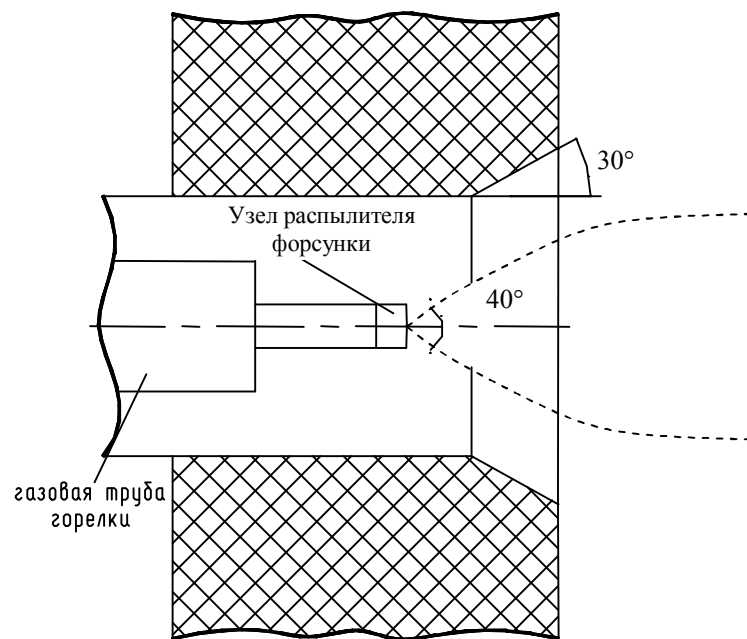

Рис. 2. Схема установки форсунки.
1. Установить форсунку в установочной трубе. Форсунка должна быть установлена таким образом, чтобы распыляемое топливо не попадало на стенки амбразуры котла. Для этого необходимо выполнить условия приведенные на рис. 2.